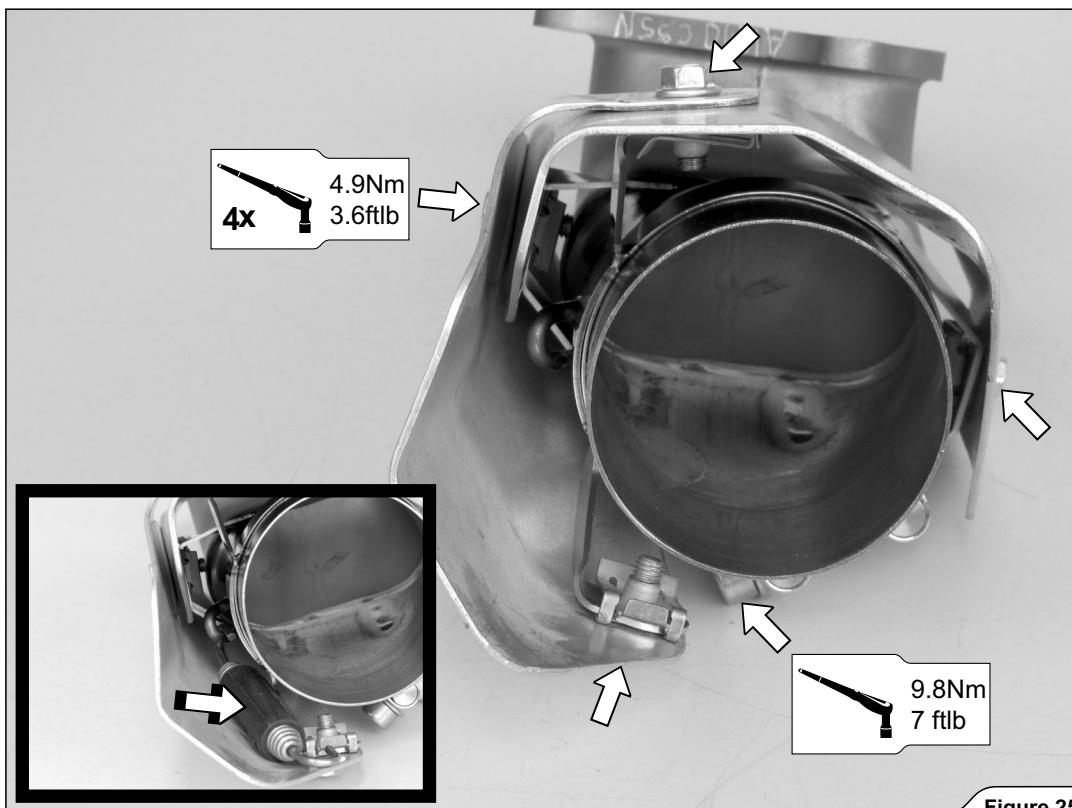

Figure 25
- ! 注意:** スペーサーを正しく取り付けてください (図 25) !